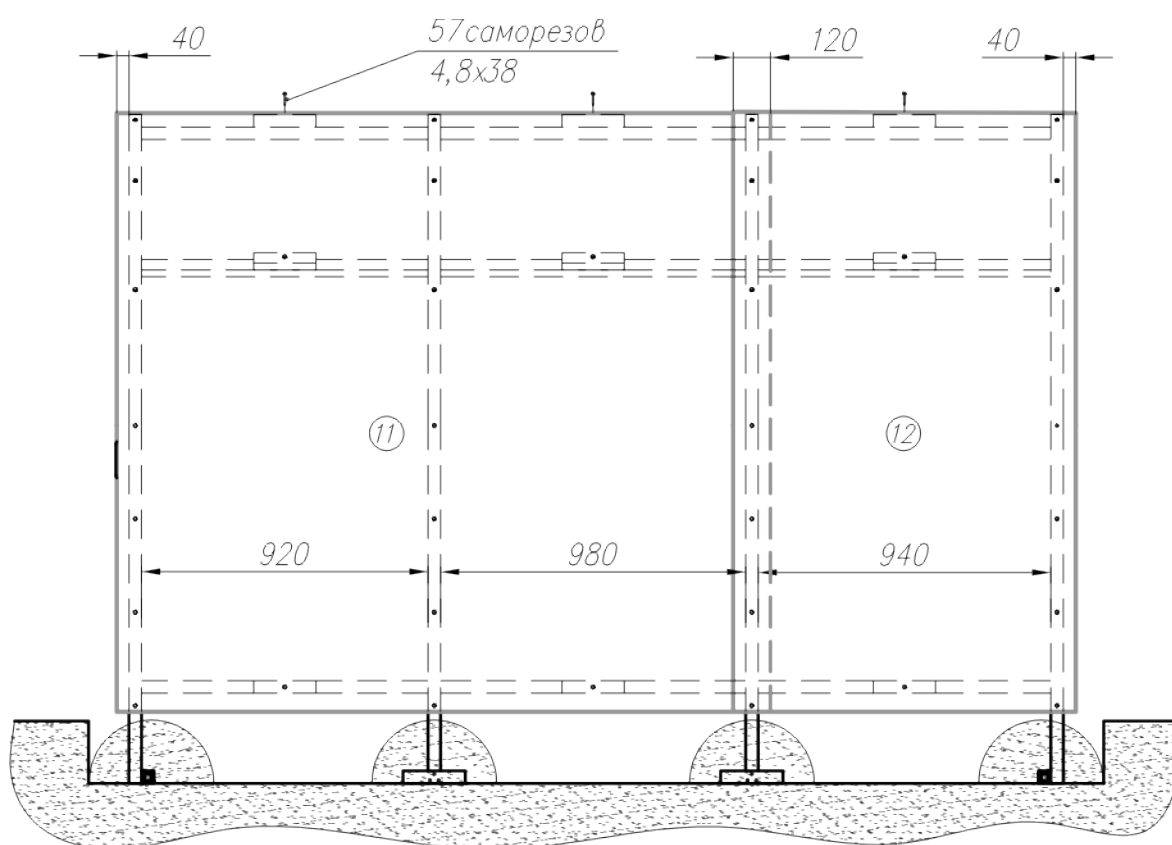
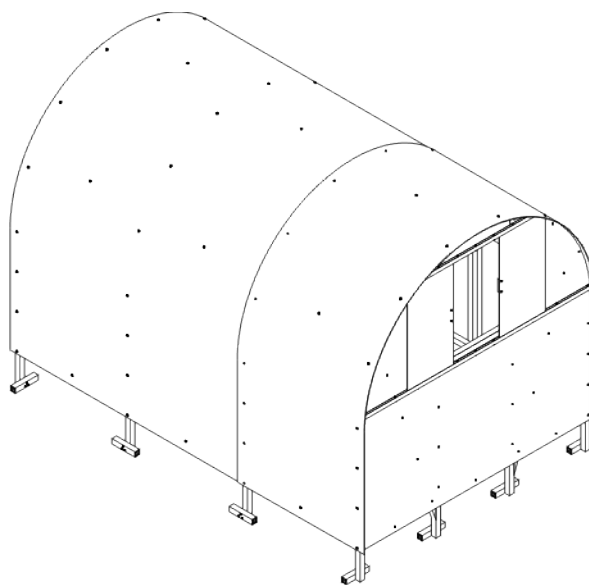

Рис. 28
Рис. 30
4.12.1. Возьмите лист поликарбоната размерами 2100х5000 мм, снимите защитную пленку (руководствуйтесь указаниями на стр. 1) и положите его на каркас согласно рис.28-рис.30. Выровняйте лист относительно земли и сделайте выпуск покрытия на 40 мм наружу относительно торцевой дуги, образовав при этом козырек. Закрепите поликарбонат саморезами с резиновыми шайбами, как показано на рисунках. Излишки покрытия углубите в траншеи и присыпьте грунтом.